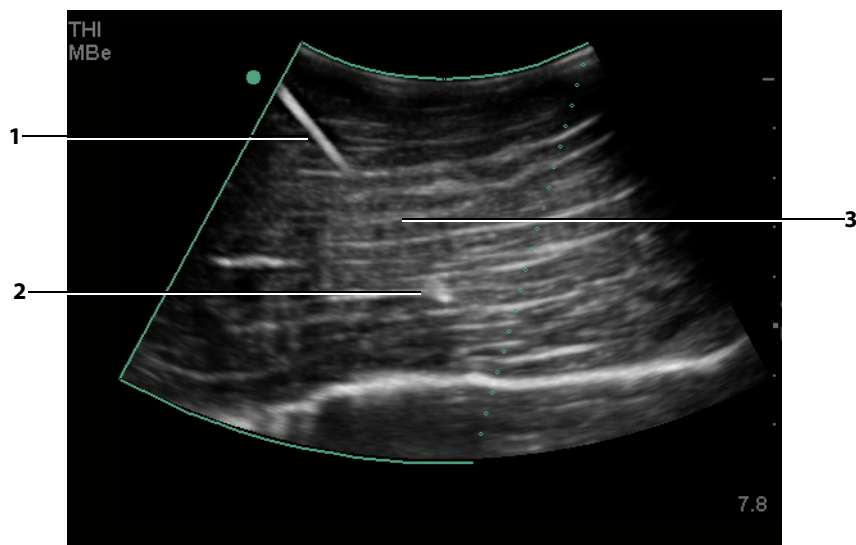

Abbildung 3 Bei einem Schallkopf mit gekrümmter Anordnung werden möglicherweise nur Segmente des Nadelschafts angezeigt:
- Bitte beachten Sie, dass die Strahldivergenz bei einem Schallkopf mit gekrümmter Anordnung dazu führen kann, dass ein Segment des Nadelschafts nicht im Bild angezeigt wird (siehe Abbildung 3). Die Nadelspitze ist möglicherweise nicht zu sehen.
Bei Schallköpfen mit gekrümmter Anordnung kann MBe dabei helfen, die Richtung der Nadel festzustellen, obwohl möglicherweise nur Segmente des Nadelschafts im Bild angezeigt werden (siehe Abbildung 3). Mithilfe von Bewegung und Flüssigkeitsinjektion kann die Position der Nadelspitze bestimmt werden.